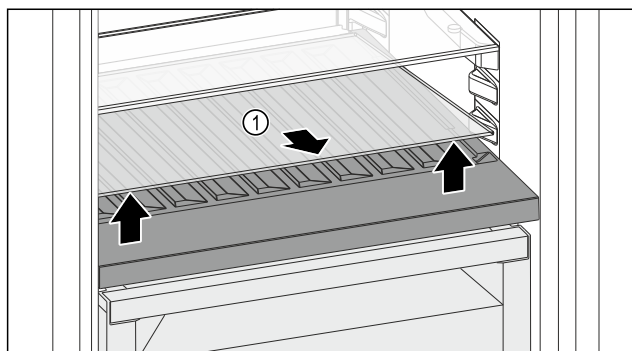

Fig. 141
- Ridicați în față și extrageți placa de sticlă Fig. 141 (1) din degajare.
- Păstrați placa de sticlă Fig. 141 (1) în siguranță în afara aparatului.